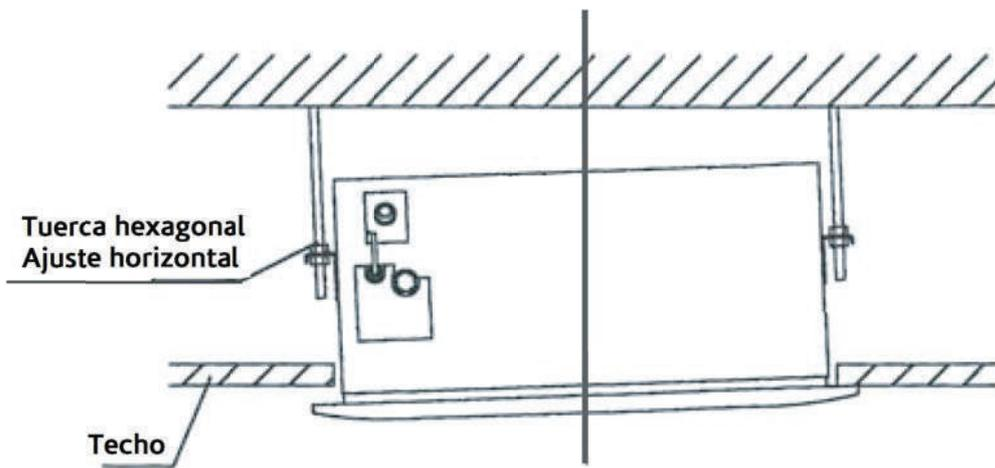

Fig.5-32
- Si sigue existiendo espacio entre el panel y el techo después de apretar los tornillos, se debe modificar de nuevo la altura de la unidad interior (fig. 5-32 izq.)
- Puede modificar la altura de la unidad interior mediante las aberturas en las cuatro esquinas del panel, si no se observa ninguna modificación de la elevación de la unidad interior y el tubo de drenaje (fig. 5-32-der).
(4) cuelgue la rejilla de entrada de aire en el panel, conecte el terminador de plomo del motor oscilante y el de la caja de control con los terminadores correspondientes del cuerpo.
(5) vuelva a colocar la rejilla de entrada de aire siguiendo el procedimiento en orden inverso.